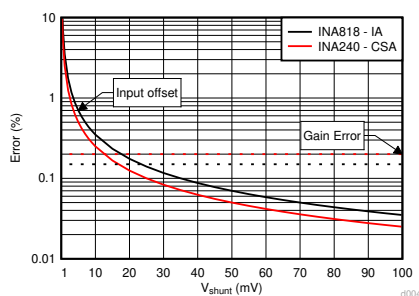

图 3. 最大输入失调电压和最大增益误差在不同分流电阻器电压下产生的误差百分比
分流电阻器两端出现小型压降 (V_{shunt}) 时，必须考虑输入失调电压 (V_{os})。为限制负载扰动和功率消耗，分流电阻器必须尽可能小，因此 V_{shunt} 通常也较小。 V_{shunt} 增大时， V_{os} 的影响降低，而增益误差 (GE) 不随 V_{shunt} 改变，将成为主要的误差源，如图 3 所示。实质上， I_{bias} 、 V_{os} 和 GE 将决定测量器件在目标精度范围内可实现的电流测量最低精度。与 I_{bias} 、 V_{os} 类似，GE 也会产生温漂，因此需考虑工作条件的影响。此外，为确保测量结果的准确性，还应考虑共模抑制、电源抑制和噪声等因素。可通过对所有误差源进行和的平方根计算来进行更详细的分析。有关 IA 的综合误差分析信息，请参阅《仪表放大器的综合误差计算》技术手册。